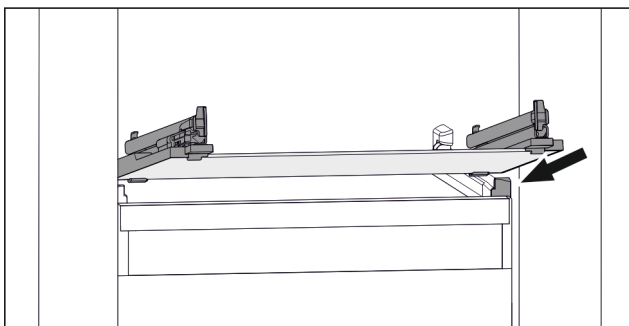

Fig. 101 Примерно изображение на стъклената плоча
- ▶ Поставете стъклената плоча под ъгъл зад ограничителите. (виж Fig. 101)